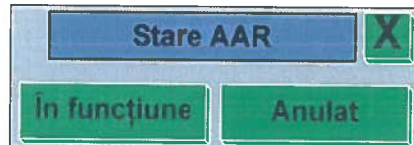

Fig. 8.7
- un buton - etichetă, cu confirmare, ce permite alegerea stării de funcționarea a automatizării AAR („În funcțiune” sau „Anulat”). La acționarea acestui buton se va deschide o fereastră, cu fundalul alb, (fig. 8.7) ce conține o etichetă statică inscripționată „Stare AAR” și 3 butoane inscripționate „În funcțiune”, „Anulat” și „X”, cel din urmă având rolul de a închide această fereastră.